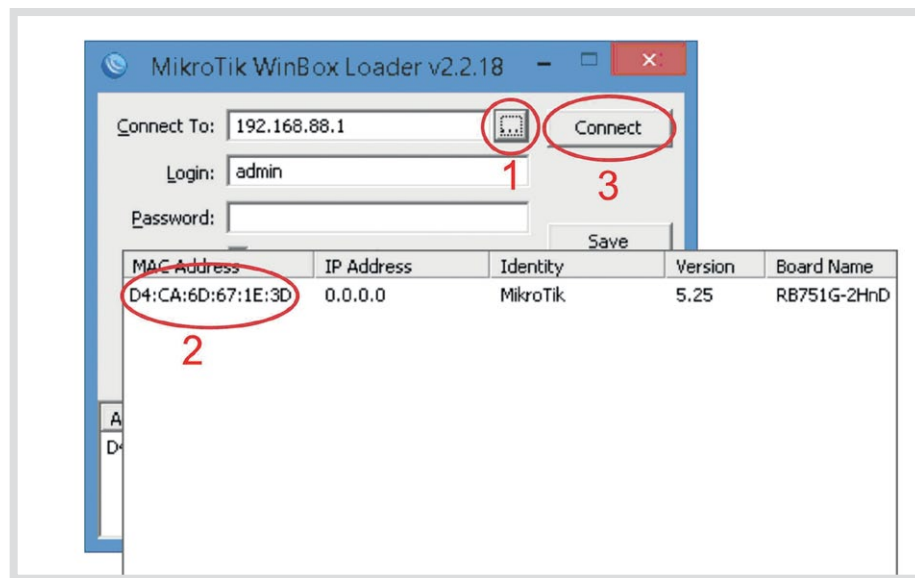

Рис. 5. Подключение к роутеру.
**Обратите внимание**, что при пустой конфигурации роутера на его интерфейсах **нет IP-адреса**, поэтому обращаться к нему из окна выбора утилиты Winbox необходимо через **MAC-telnet**, кликнув мышкой именно на **MAC адресе** роутера (пункт 2 на рис. 5).